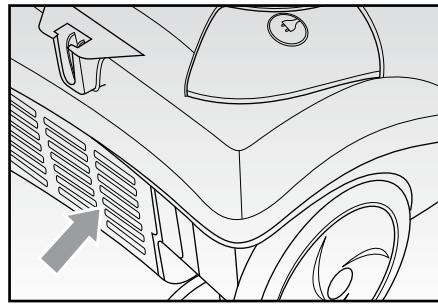

Fig. 9
- Rimuovere il coperchio del filtro di scarico agendo sull'apposita levetta (FIG. 9).